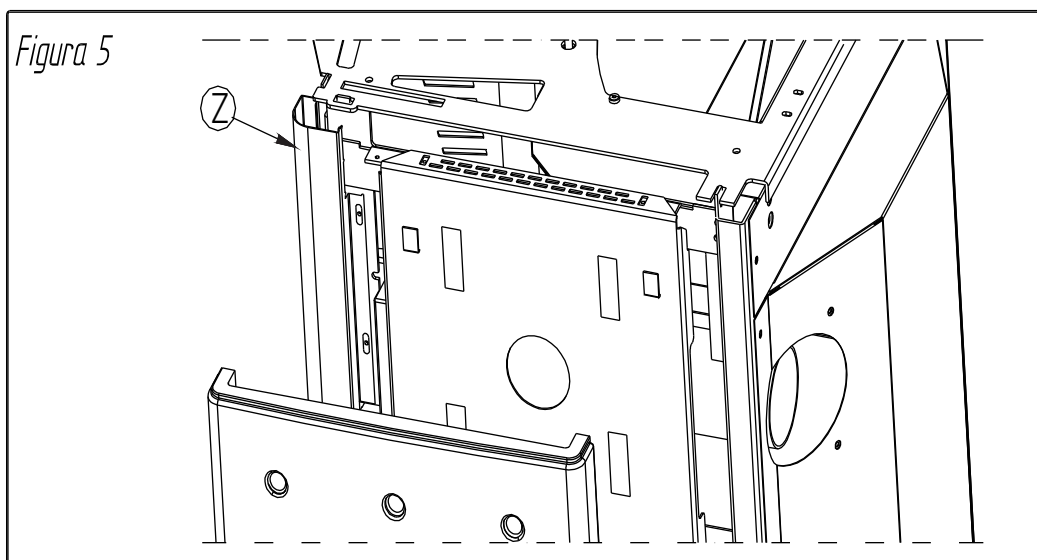

Figura 5
- Fissare i montanti verticali (Z) con le relative basette avendo l'accortezza di eliminare la parte pretagliata nella zona alta del particolare (figura 5).